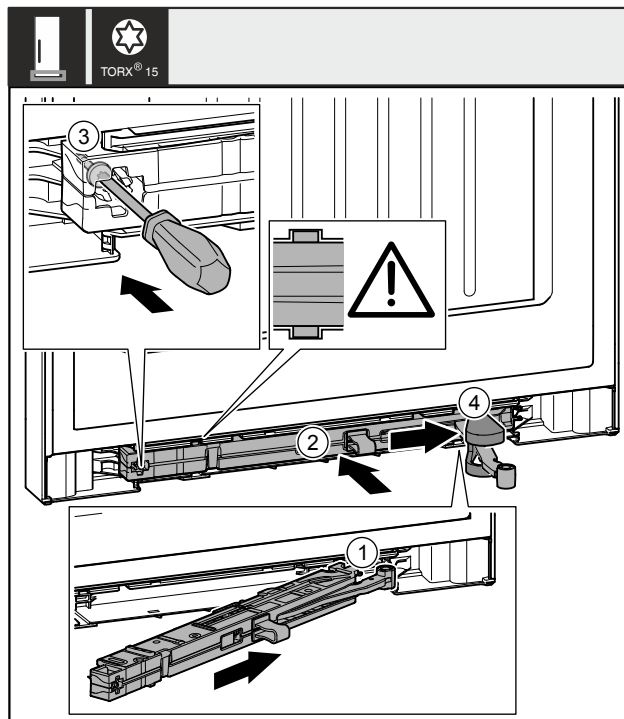

Fig. 52
- ▶ Wsunąć ukośnie amortyzator zamykania drzwi Fig. 52 (1) po stronie płytki zawiasu w zagłębienie aż do oporu.
- ▶ Wsunąć amortyzator zamykania drzwi Fig. 52 (2) całkowicie w zagłębienie.
- ▶ Przykręcić śrubę Fig. 52 (3) śrubokrętem.
- ▶ Wsunąć osłonę Fig. 52 (4) na przegub.